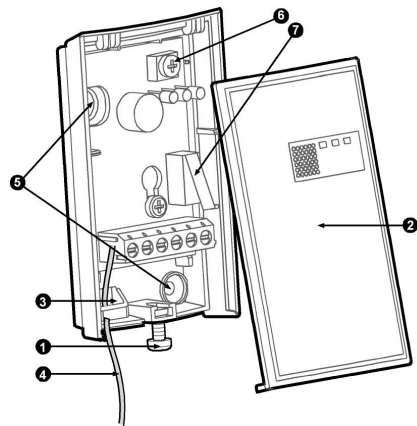

Fig 2 Detector Installation I Instalación del detector I
CONEXIÓN DEL DETECTOR (Fig. 2, 3 y 4)
3. Utilice los orificios de montaje (Fig. 2-A) para montar el detector. Deberá utilizar al menos dos tornillos de 3 x 30 mm para el montaje en la pared.
CONNEXION DU DETECTEUR (Fig. 2,3&4)
3. Utilisez les trous de montage (Fig. 2-A) pour monter le détecteur. Il est nécessaire d'utiliser au moins 2 vis 3x30 mm pour le montage mural.